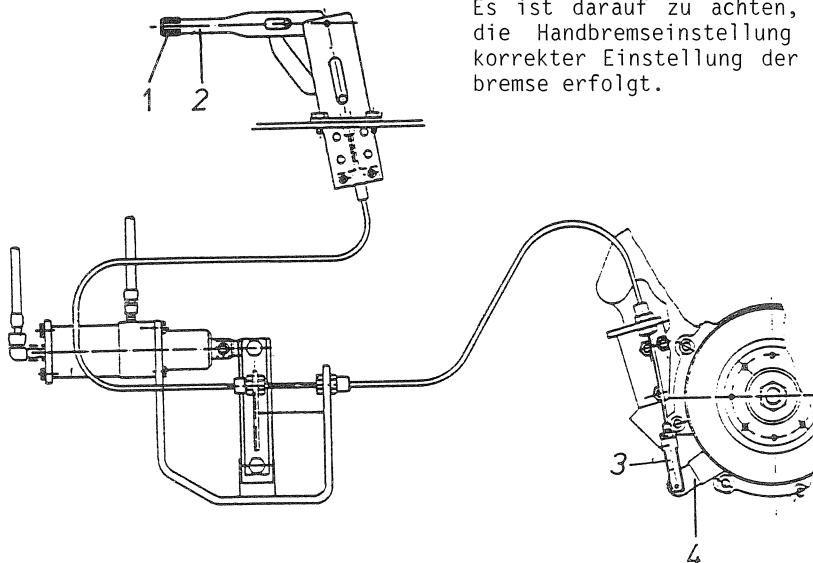

Bild 57
1. Handhebel (Bild 57/2) anziehen, wieder lösen und dann Einstellschraube (Bild 57/1) bis zum Anschlag rechtsherum drehen.
2. Bremshebel (Bild 57/3) fest nach oben drücken und Gabelkopf (Bild 57/4) so weit aufschrauben bis keine Lose vorhanden ist, und die Bremse gerade frei läuft. Dann den Bremshebel nach unten ziehen und ES-Bolzen einbauen.
1. Pull hand lever (fig. 57/2), release it again and turn the adjustment screw (fig. 57/1) to the right until stop.
1. Tirer la manette (fig. 57/2) et la relâcher, puis tourner la vis d'ajustage (fig. 57/1) vers la droite jusqu'à la butée.
2. Pull the brake lever (fig. 57/3) firmly and screw the fork head (fig. 57/4) until there is no more play and the brake slips freely. Then pull down the brake lever and fit ES bolts.
2. Presser la manette du frein (fig. 57/3) vers le haut et dévisser la chape (fig. 57/4) jusqu'à ce qu'il n'y ait plus de jeu et que le frein fonctionne en course libre. Tirer alors la manette du frein vers le bas et installer des boulons ES.